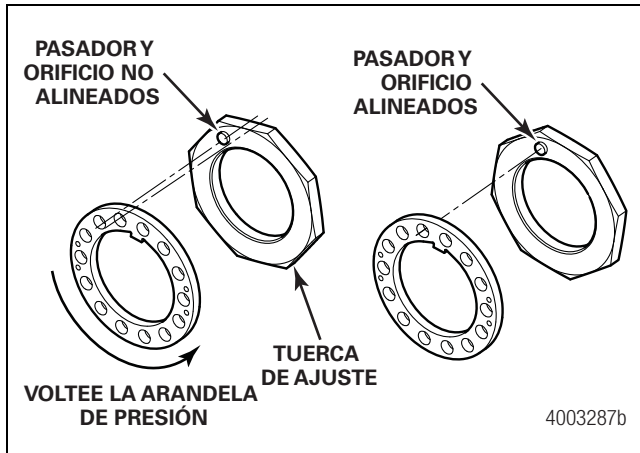

Figura 10.6
4. Instale la arandela de presión. Si el orificio de la arandela no está alineado con el pasador de la tuerca de ajuste, retire la arandela, déle la vuelta y vuélvala a instalar. Ahora deben estar alineados el pasador y el orificio. Si no lo están, ajuste ligeramente los componentes hasta alinearlos. Figura 10.6.